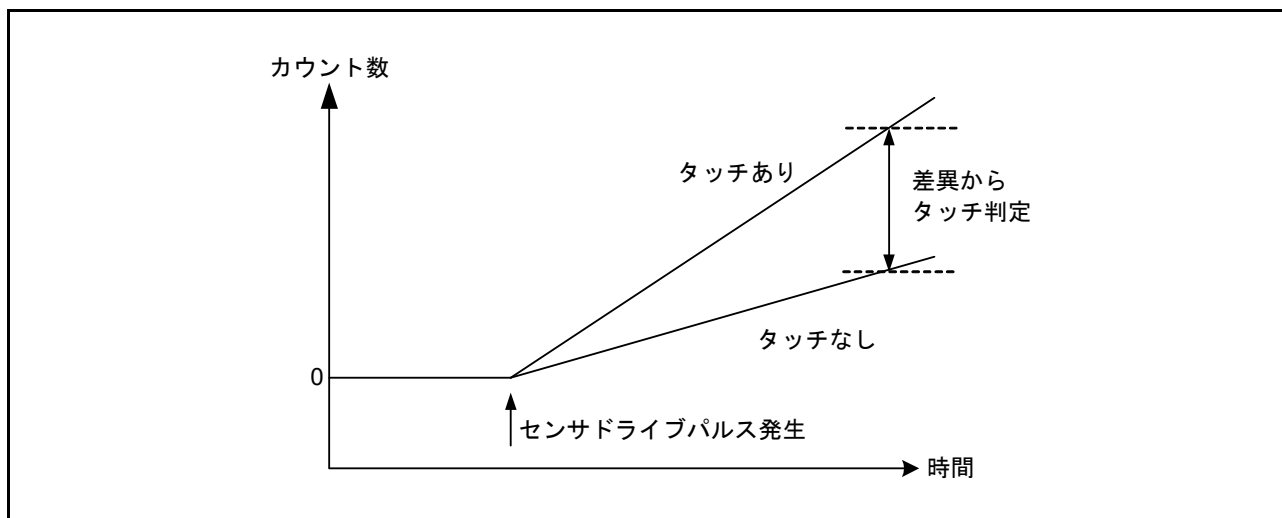

図 44.7 接触／非接触による計測値の変化
3. 手順 1. および 2. に示す電極の充放電を繰り返すことで、スイッチドキャパシタフィルタに電流が流れます。この時点で指が接近していれば、容量および流れる電流が変化します。TSCAP 電源を生成する回路からスイッチドキャパシタフィルタに流れる電流に比例した制御電流を ICO に供給することで、クロックを生成します。カウンタは、指が接近しているかどうかにより変化するクロック周波数を計測します。ソフトウェアは、カウンタから読み出した値に基づき指の接触を判断します (図 44.7)。